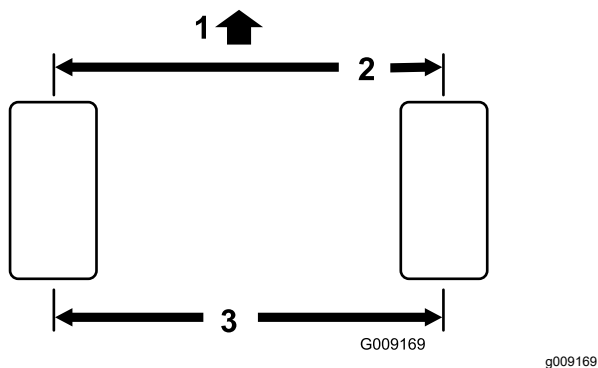

Figura 70
2. Mida la distancia entre centros (a la altura del eje) en la parte delantera y trasera de los neumáticos de dirección (Figura 70).